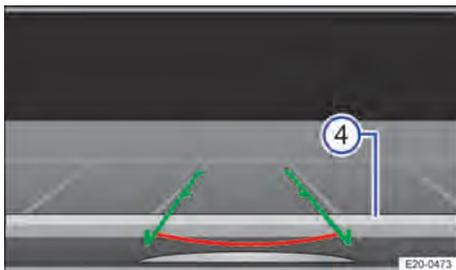

Fig. 111 Indicação na tela do sistema Infotainment: alinhar o veículo dentro da vaga de estacionamento.
4. Parar quando a linha horizontal alcançar o limite traseiro → Fig. 111 ④.